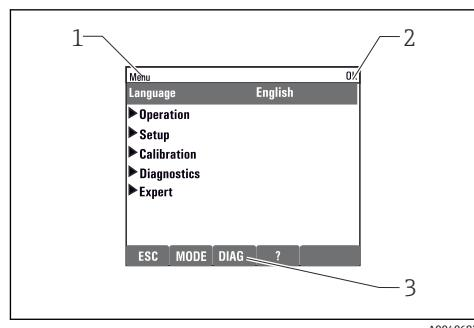

图 17 显示界面 (实例)
1. 参照“布线”章节中列举的操作步骤操作电子接线腔(→ 图 17)。